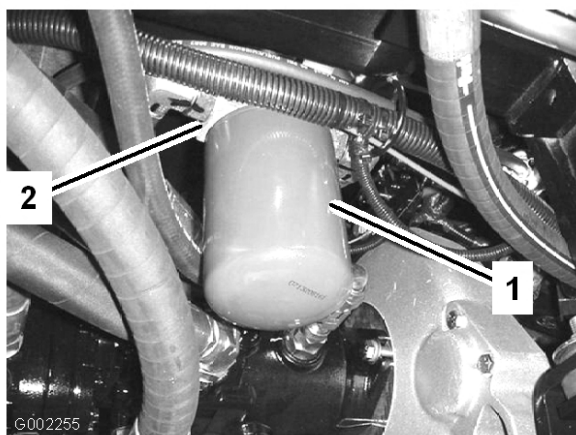

Figura 58
2. Pulite la superficie circostante il filtro (Figura 58).
4. Togliete il filtro (Figura 58).
5. Lubrificate la nuova guarnizione del filtro (Figura 58).